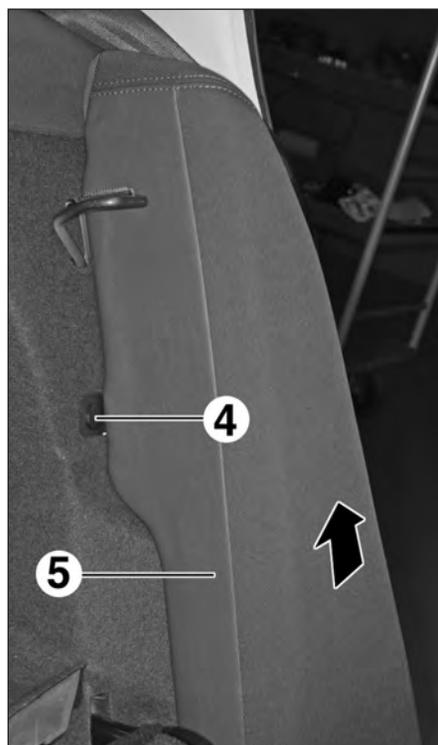
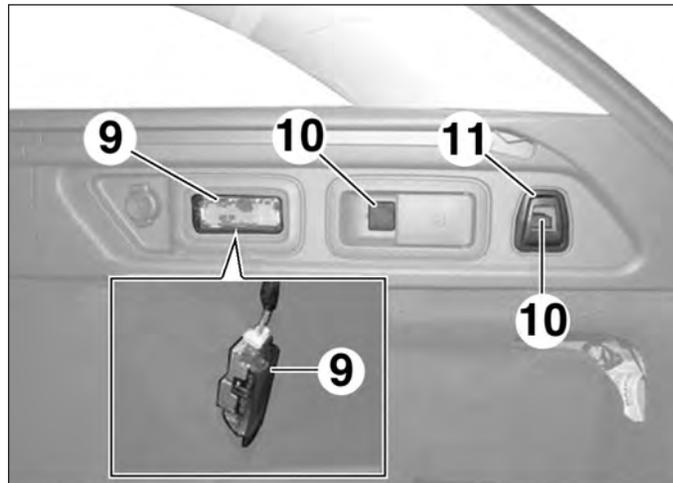

FIG.64
FIG.75
- Déposer l'agrafe (4) du coussin latéral (5) de dossier arrière (Fig.64).
- Déposer le coussin latéral de dossier arrière (5).
- l'éclairer de coffre (9) et le débrancher (Fig.75),
- les caches (10),
- le point d'ancrage (11),